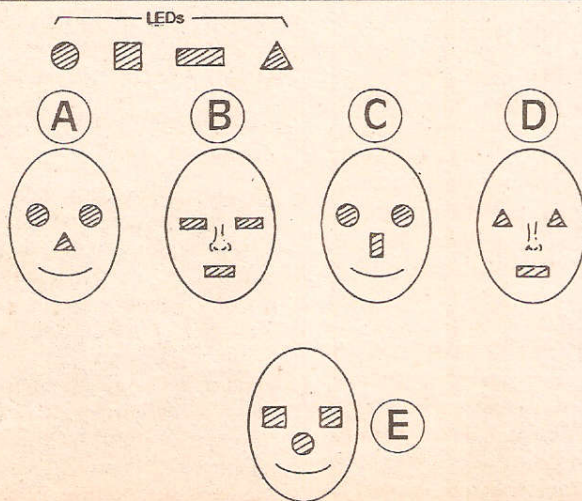

Fig.6
- FIG. 6 - AS DIVERSAS POSSIBILIDADES PARA AS FEIÇÕES DO GNOMO... - Dentro da idéia inicialmente proposta, que é a de acrescentar efeitos luminosos dinâmicos (automaticamente disparados pela escuridão...) ao *rosto* de um *gnomo* ou qualquer outro boneco/personagem (embora outras possibilidades se apresentem, conforme mencionamos...), é interessante lembrar que existem vários formatos disponíveis para os LEDs (além de várias cores básicas...), com o que alguns pequenos truques elementares de desenho permitirão compor *feições* diferentes para o GNNO, marcando-lhe a cara com expressões de diversas *índoles*...! O diagrama mostra, inicialmente, os quatro formatos básicos dos LEDs: redondo, quadrado, retangular e triangular, com os quais, nas mais diversas combinações, é possível fazer uma cara *alegre e safada* (A), uma expressão *fria e determinada* (B), uma cara meio de *bobão* (C), um rosto rígido de *robô* (D) ou a cara *alegre/triste* de